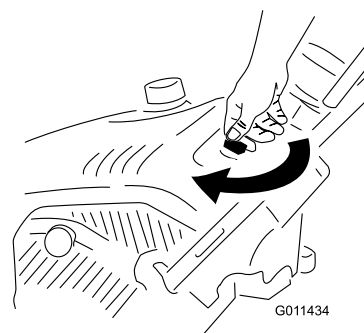

Figure 13
1. Tournez la clé dans le sens horaire à la position CONTACT (Figure 13).